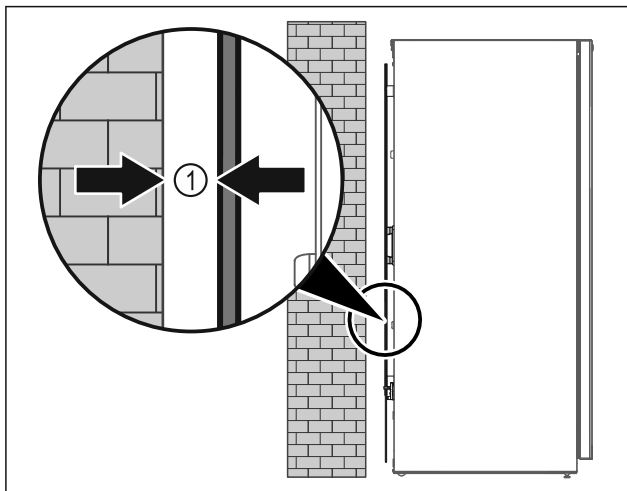

Fig. 50
- ▶ Gerät entweder frei im Raum oder direkt an einer Wand mit einem Mindestabstand von 5 mm Fig. 50 (1) aufstellen.